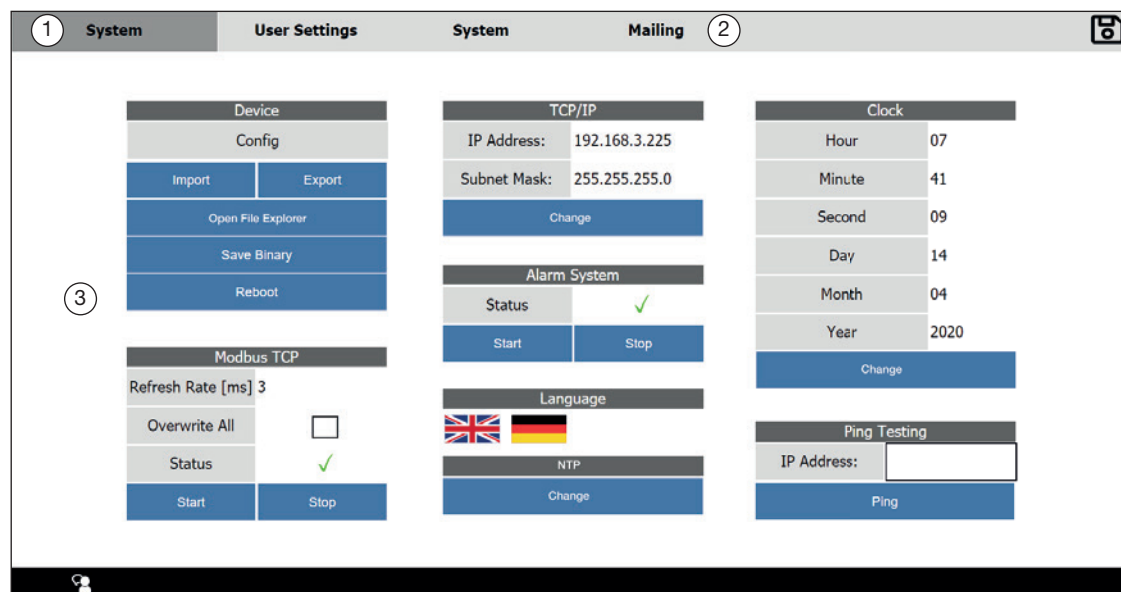

图10: 系统设置
2. 通过按钮**Open File Explorer**（打开文件浏览器）（图10）打开文件系统。
7. 通过**Editor**（编辑器）（②）添加文件。